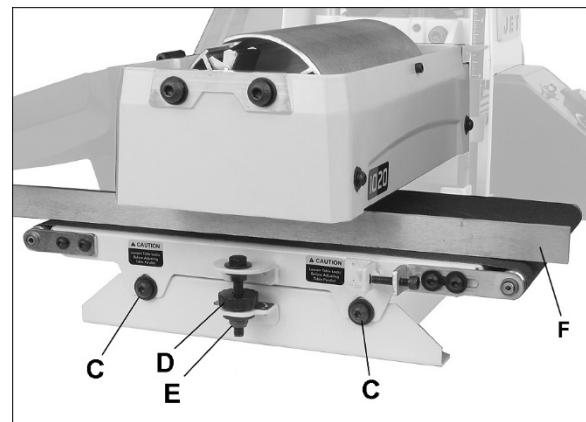

Figure 8-3: alignement du cylindre
3. Insérez la jauge (F, Figure 8-3) entre le cylindre et la table du convoyeur du côté externe du cylindre.
1. Desserrez les deux vis de verrouillage de la table (C, Figure 8-3) avec une clé hexagonale de 5 mm.
Pour monter l'extérieure de la table, desserrez l'écrou (E, figure 8-3) et tournez l'écrou moleté (D) dans le sens des aiguilles d'une montre (+).
2. Vérifiez le réglage à l'aide de la jauge. Effectuez d'autres ajustements à l'aide de l'écrou moleté (D) au besoin.
3. Resserrez les vis de verrouillage de la table (C).
3. Si une bavure est visible là où le cylindre chevauche, desserrez les deux vis de verrouillage de la table (C, Figure 8-3) et abaissez légèrement la table sur l'extrémité externe en tournant l'écrou moleté (D).